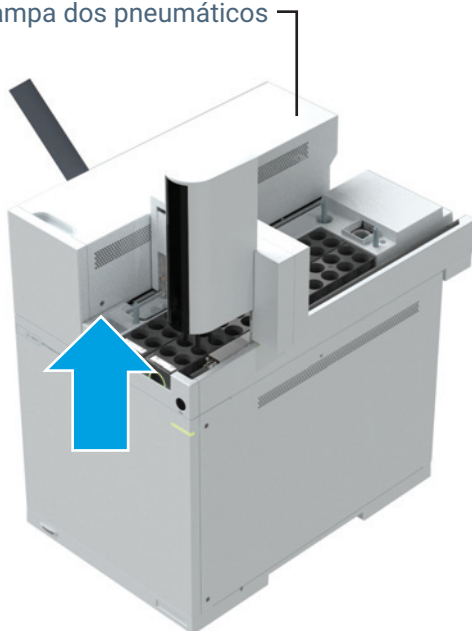

Figura 3. Remova o parafuso Torx T-20 da tapa pneumática
- 2 Remova os parafusos T-20 que fixam a tapa (**Figura 3**).